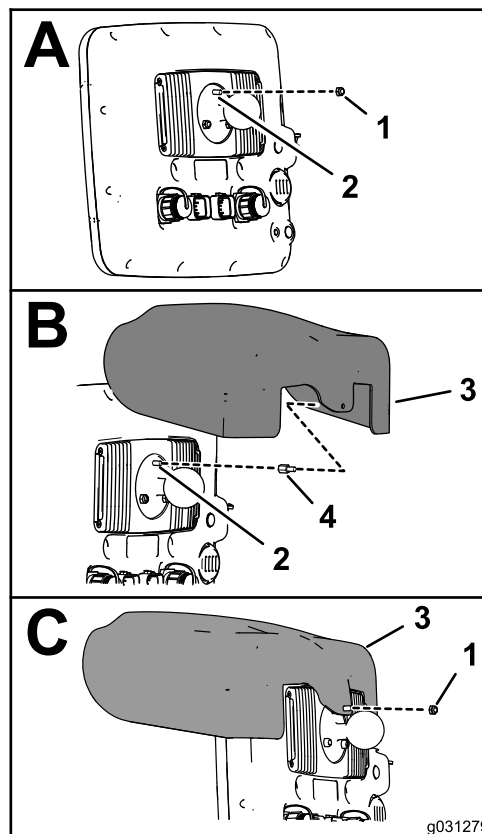

Рисунок 155
1. В задней части монитора опрыскивателя выверните верхнюю контргайку (5 мм) с резьбового стержня крепления шарового шарнира, проследив, чтобы 2 разъема (26 контактов) были направлены вниз (Рисунок 155).
3. Наверните переходник на резьбовой стержень крепления шарового шарнира (Рисунок 155) и затяните переходник с моментом 250 Н·см.
5. Совместите отверстие в кожухе дисплея со стержневой частью резьбового переходника (Рисунок 155).